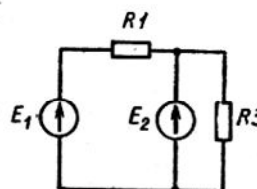

Рис. 5
5. Для электрической цепи, представленной на рис. 5, определить значения сопротивлений R_1 и R_3 , ЭДС первого источника, ток через резистор R_1 и составить баланс мощностей, если ЭДС второго источника 750 В, токи $I_2 = 0,01 \text{ А}$, $I_3 = 0,06 \text{ А}$, мощность на третьем резисторе $P_3 = 10,5 \text{ Вт}$. Внутренним сопротивлением источника тока можно пренебречь.